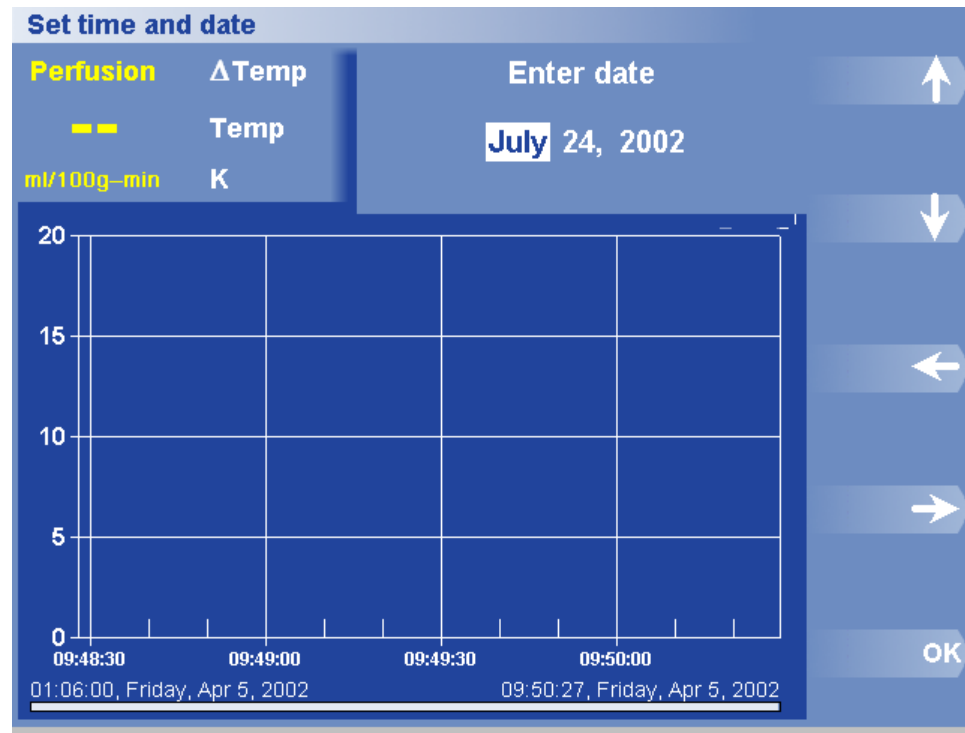

Figura 43. Caixa de Diálogo e Menu Definir Data
3. Prima Set Date (Definir Data). Aparece a caixa de diálogo Inserir Data (Figura 43).